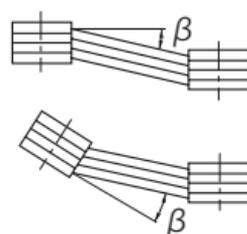

図 6-3
- ・両プーリ間の平行度、偏心度  $\beta$  はご使用メーカーのカタログに記載されている許容値以内としてください。(図 6-3 参照)